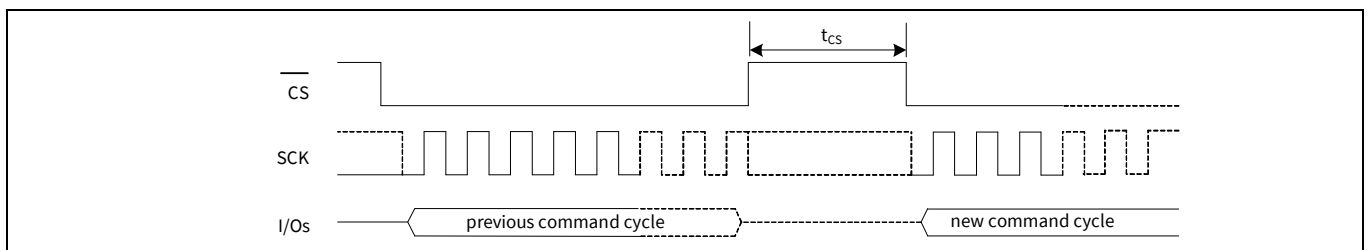

Figure 117 チップセレクト解除 (\overline{CS} HIGH) - t_{CS} タイミング
- 22.t_{CS} は新しいコマンドサイクルが特定の SPI モード (SPI, DPI, または QPI) で開始するまでの最短のチップセレクト解除 (\overline{CS} HIGH) 時間です。このパラメーターはホストが新しいコマンドサイクルを開始する前に以前の動作が完了したことを保証します。 Figure 117 を参照してください。
22. t_{CS} は新しいコマンド サイクルが特定の SPI モード (SPI, DPI, または QPI) で開始するまでの最短のチップセレクト解除 (\overline{CS} HIGH) 時間です。このパラメーターはホストが新しいコマンド サイクルを開始する前に以前の動作が完了したことを保証します。Figure 117 を参照してください。
27. t_{CS} は新コマンドサイクルが特定の SPI モード (SPI または QPI) で開始するまでの最短のチップセレクト解除 (\overline{CS} HIGH) 時間です。このパラメーターはホストが新しいコマンドサイクルを開始する前に以前の動作が完了したことを保証します。Figure 117 を参照してください。
27. t_{CS} は新コマンド サイクルが特定の SPI モード (SPI または QPI) で開始するまでの最短のチップセレクト解除 (\overline{CS} HIGH) 時間です。このパラメーターはホストが新しいコマンド サイクルを開始する前に以前の動作が完了したことを保証します。Figure 117 を参照してください。